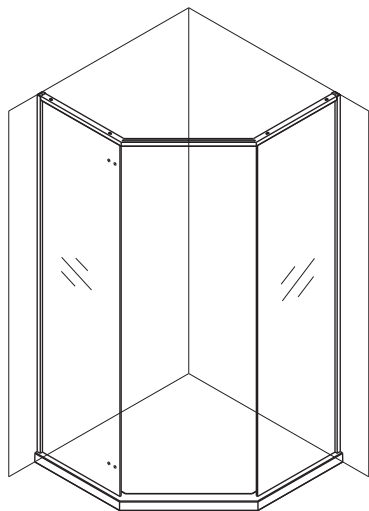

图3
4. 先将固定玻璃分别卡入边柱型材中, 然后将万向接头组件固定在石基上固定两边固定玻璃。(如图3,3-1,3-2所示)。